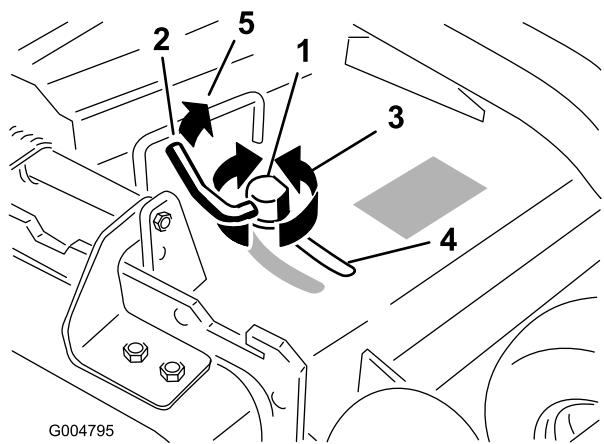

Figura 18
- Para ajustar el bloqueo de leva, levante la palanca para aflojar el bloqueo de leva (Figura 18).
- Devuelva la palanca a su posición original para apretar el deflector y el bloqueo de leva (Figura 18).